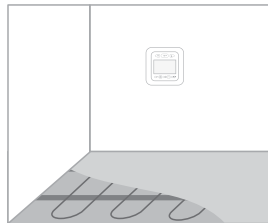

Рис.6
8. Залейте цементно-песчаную стяжку (Рис. 6).